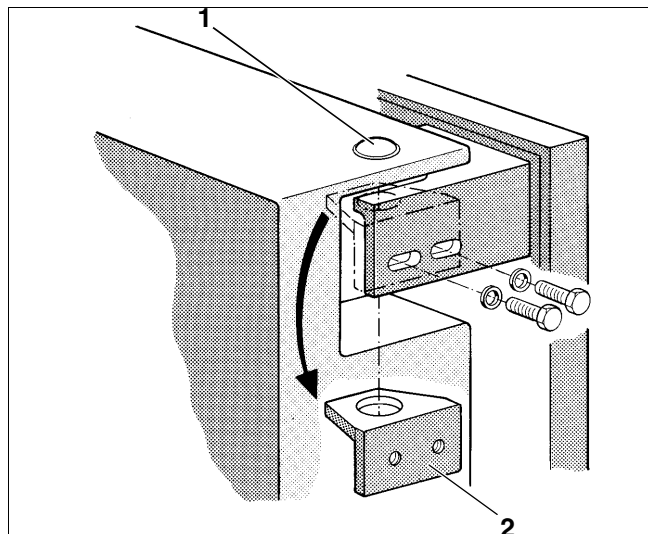

Fig. 7 Montaj ușă cazan
- Deșurubați câte 2 șuruburi de la balama de jos și de sus (Fig. 7).
- Reduceți unghiul reazămului (Fig. 7, **Poz. 2**) spre interior în jos.
- Introduceți lagărul sus și jos pe partea opusă cu găurile pe bolțurile balamalei (Fig. 7, **Poz. 1**) și înșurubați ușa cu câte 2 șuruburi hexagonale.